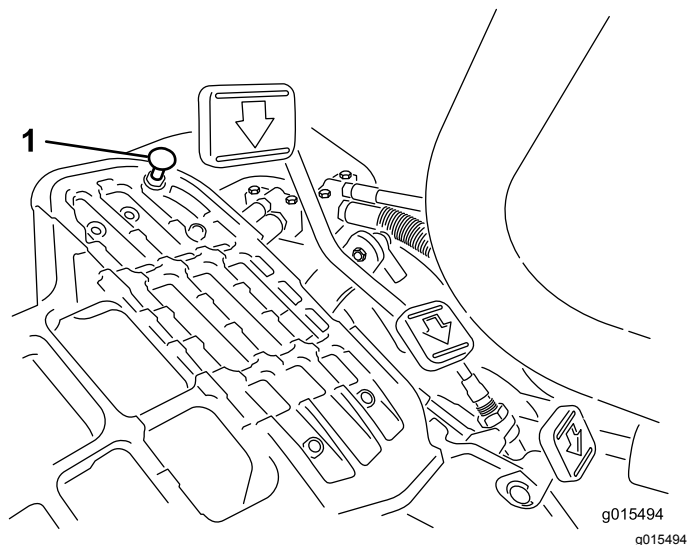

Figura 39
Se il pedale tocca il fermo (Figura 39) prima che avvertiate la tensione sul cavo, effettuate la seguente procedura di regolazione:
1. Spostate la leva di comando delle funzioni in posizione di TRASFERIMENTO e allentate il dado di bloccaggio che fissa il fermo del pedale alla piastra di appoggio (Figura 39).